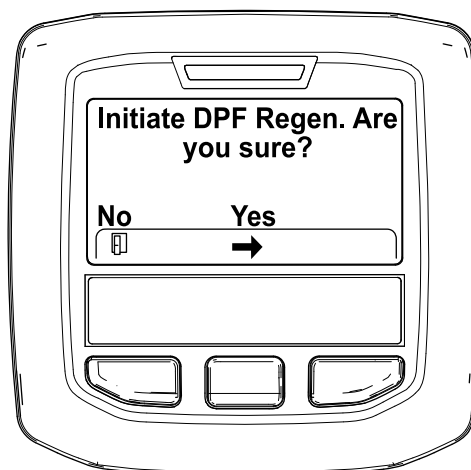

Figura 44
4. Quando viene visualizzato il messaggio "Inizializzare Rigen. FAP?" premete il pulsante centrale (Figura 44).